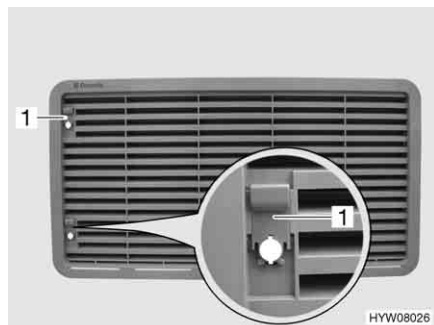

Fig. 130 Griglia di aerazione del frigorifero (con cursore)
- Spingere il cursore (Fig. 130,1) verso l'alto.